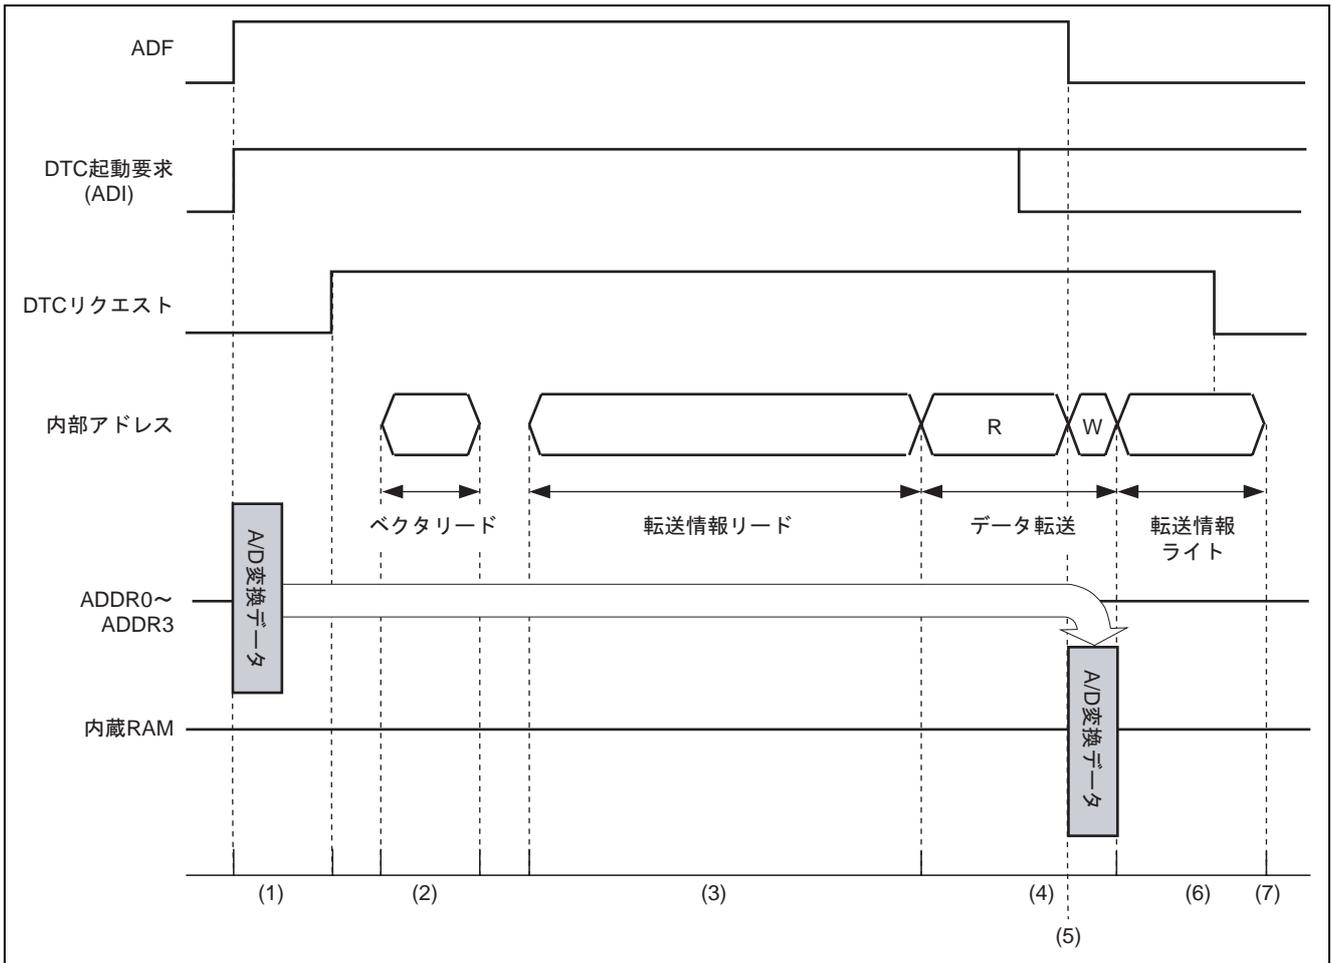

図 5 詳細 DTC 転送タイミングチャート
詳細な DTC 転送 1 回分のタイミングを図 5 に示します。
DTC 転送では、まず DTC 起動要求 (本応用例では ADI 割り込み要求) が発生すると、DTC リクエストを発生し、内部バス権を確保して DTC が起動します (図 5 (1))、事例に設定した ADI 起動要求のベクタテーブルから転送情報の先頭アドレスをリードし (図 5 (2))、この先頭アドレスから転送情報をリードします (図 5 (3))。そして 転送元アドレス (ADDR0) から転送先アドレス (内蔵 RAM) へとデータを転送します (図 5 (4))。ADDR がリードされると ADF ビットは自動的にクリアされます (図 5 (5))。
最後に転送先アドレスをインクリメント 転送情報をライトバックします (図 5 (6))。また、DTC バス権は、転送情報ライトバック後に解放されます (図 5 (7))。